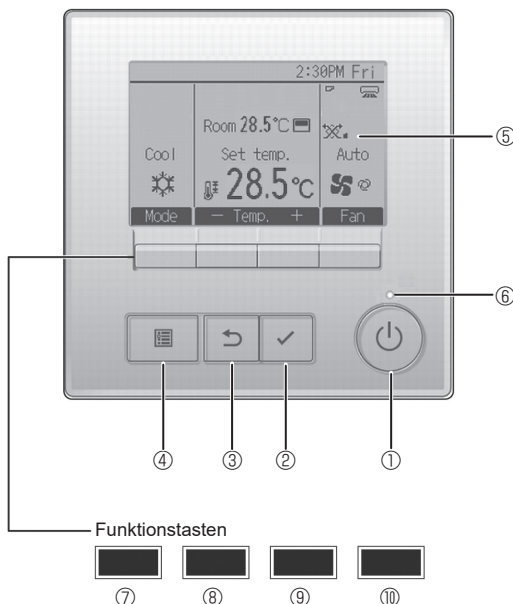

Fig. 6-2
6.3.1. Verwendung der verdrahteten Fernbedienung (Fig. 6-2)
① [EIN/AUS] Knopf